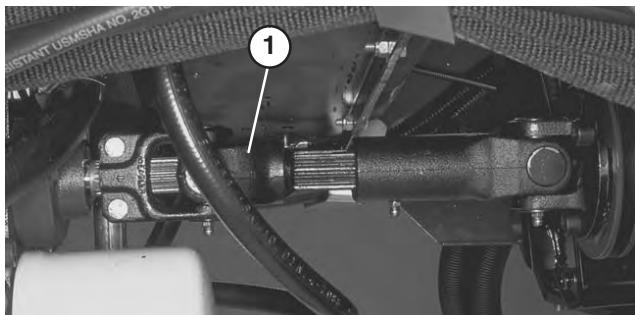

Figura 30
- Quando concluir a operação de reboque, reinstale o veio propulsor como se mostra na Figura 30. As estrias foram concebidas para que a montagem seja possível apenas quando as duas metades do veio estiverem orientadas correctamente.